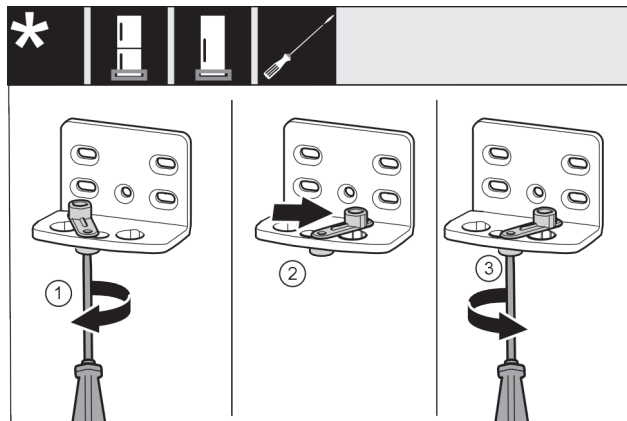

Fig. 46 *
- Visser sans serrer la vis Fig. 46 (1) avec un tournevis.*
- Soulever l'aide à la fermeture de la porte Fig. 46 (2) et la tourner à 90° vers la droite dans l'alésage.*
- Serrer la vis Fig. 46 (3) avec un tournevis.*